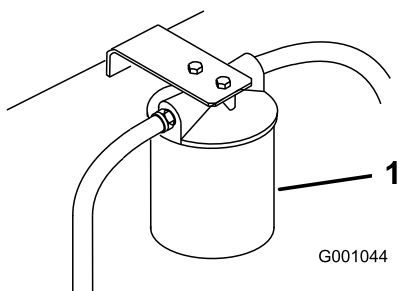

Figura 69
3. Collocate una bacinella di spurgo sotto il filtro, togliete il filtro usato e pulite la guarnizione di riduzione del filtro (Figura 69).